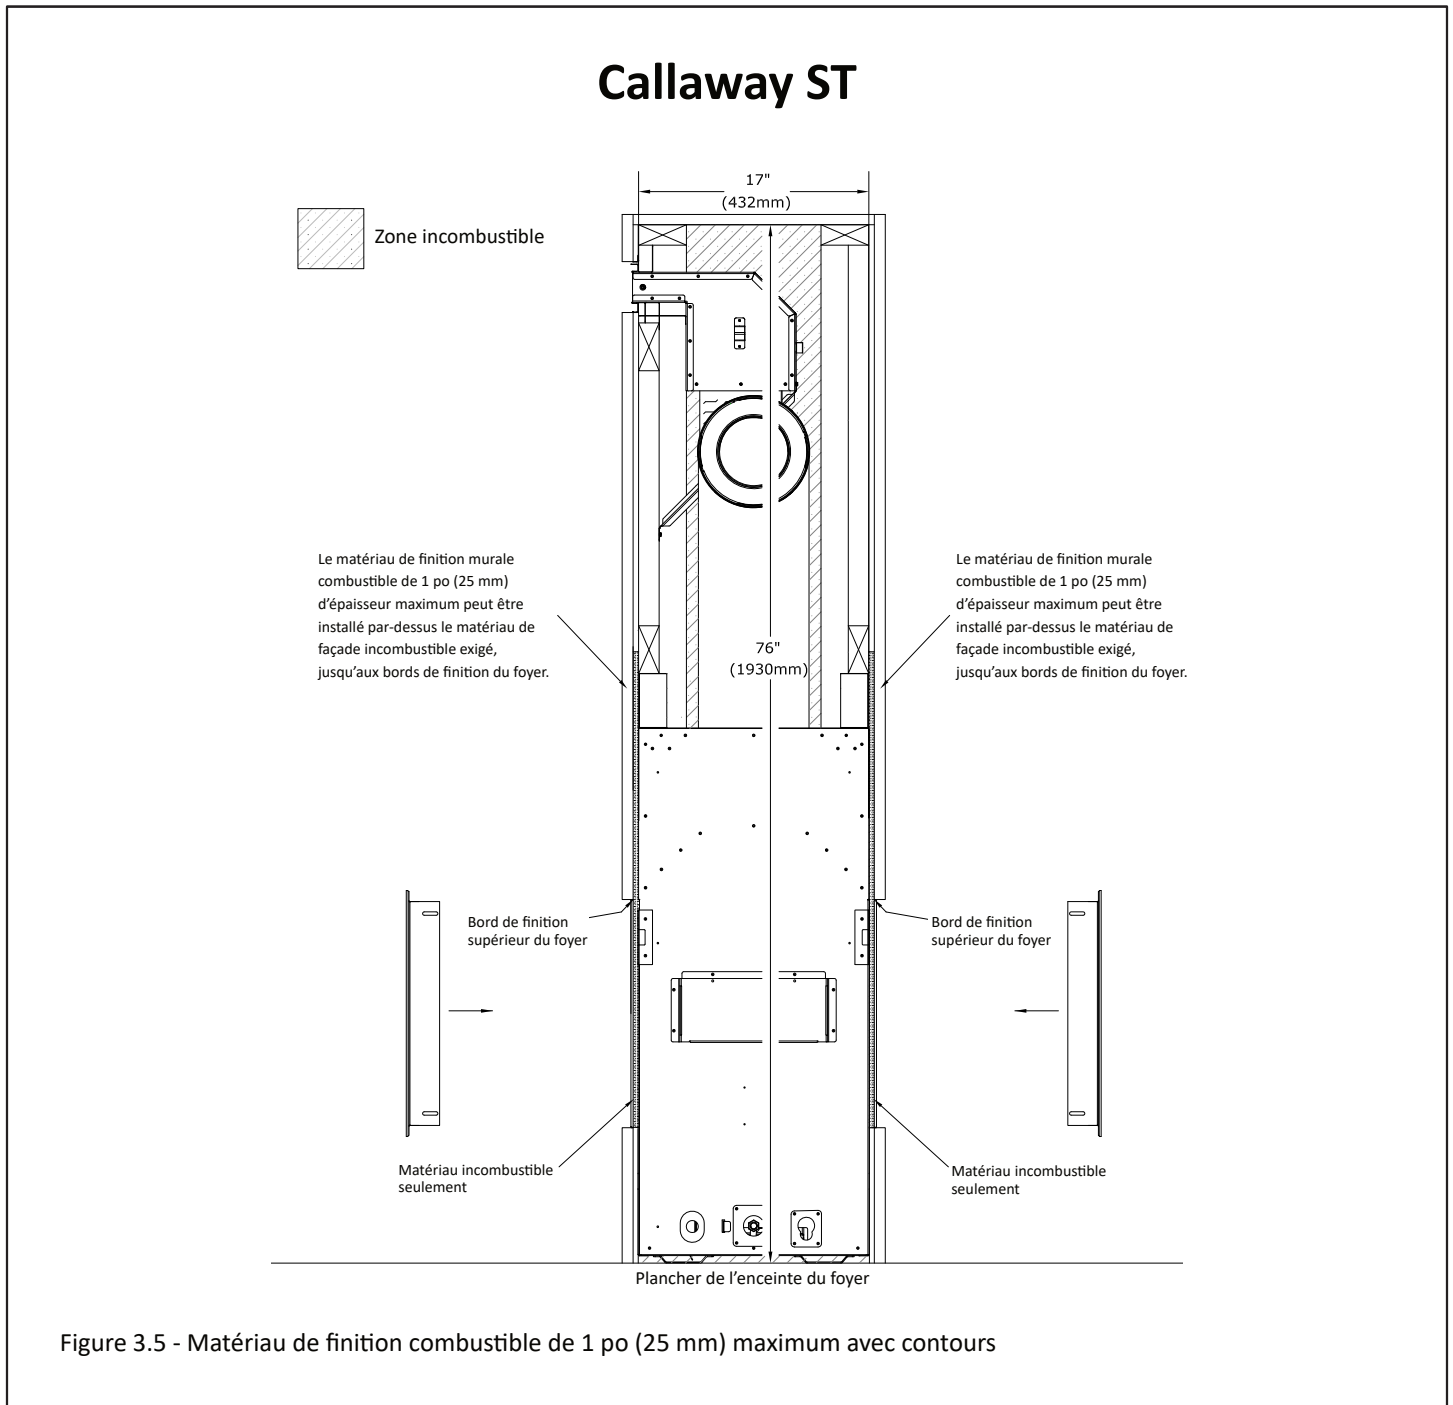

Figure 3.5 - Matériau de finition combustible de 1 po (25 mm) maximum avec contours
- La Figure 3.5 montre l'installation d'un matériau de finition murale combustible d'une épaisseur maximum de 1 po (25 mm). Ce matériau combustible est installé par-dessus tout matériau de façade incombustible exigé, tel que montré à la Figure 3.2.